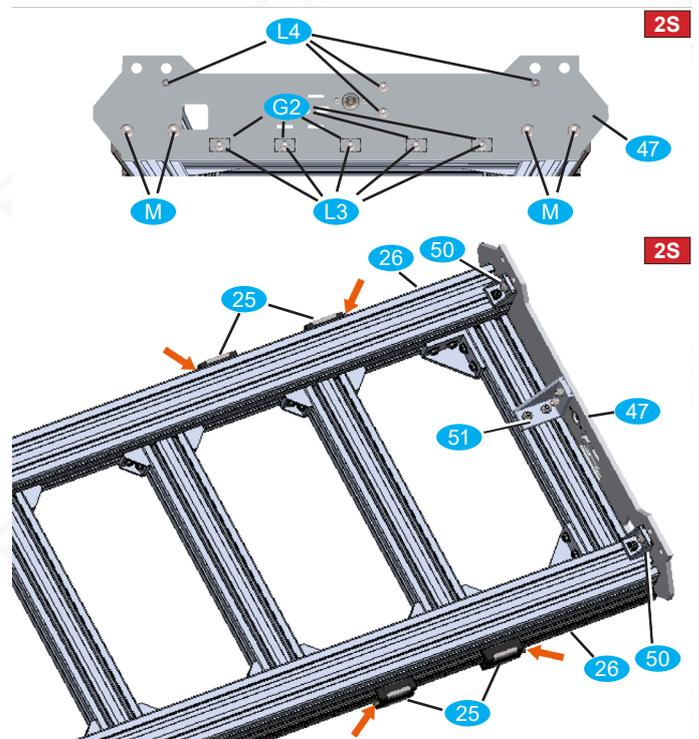

Bild 12: Montage der Stirnplatte Antriebsseite
- Schmiernippel an den Laufwagen zeigen nach außen und zur Arbeitsfläche (rote Pfeile in Bild 12), dazu Schmiernippel ggf. verdrehen bzw. an gegenüberliegende Stirnseite umschrauben.